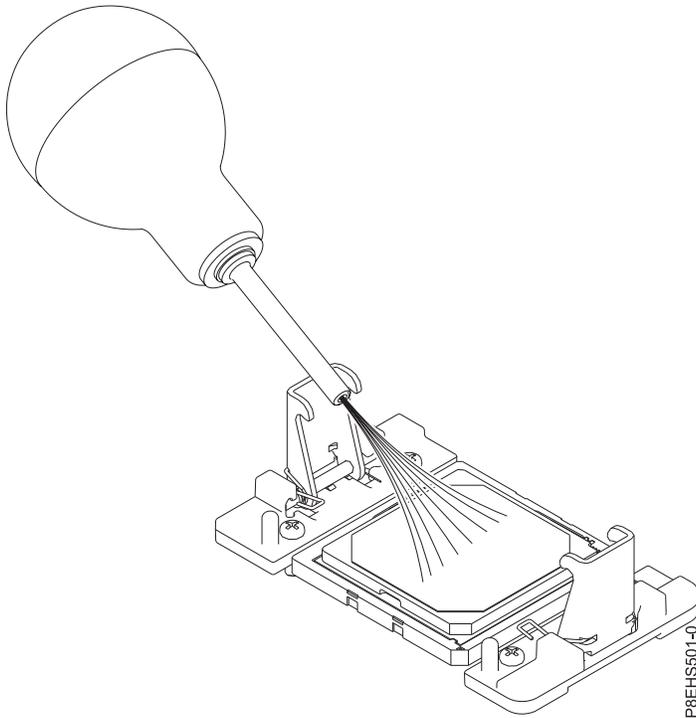

図 91. システム・プロセッサ・モジュールの領域からほこりやごみを除去
- a. ほこりやごみが付着している場合は、提供されているエアポンプ (部品番号 45D2645) を使用してシステム・プロセッサ・モジュールの領域をきれいにします。システム・プロセッサ・モジュールの中央から四方に向けて空気を少しずつ吹き出します (94 ページの図 91 を参照)。94 ページの図 91 に示すようにエア・ポンプが組み立てられていない場合は、チップをバルブに固定します。